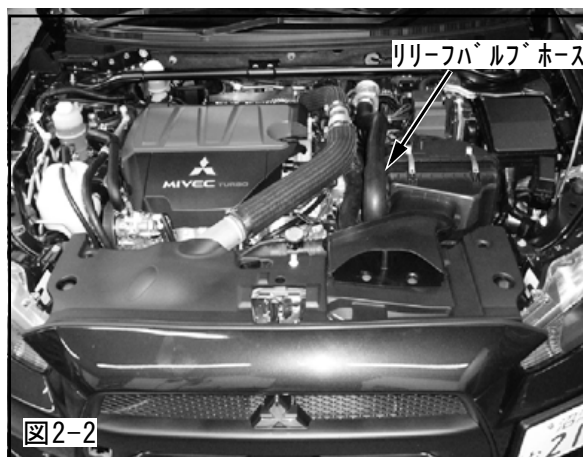

図2-2
- (2) リリーフバルブホースを取外してください。〈図2-2〉